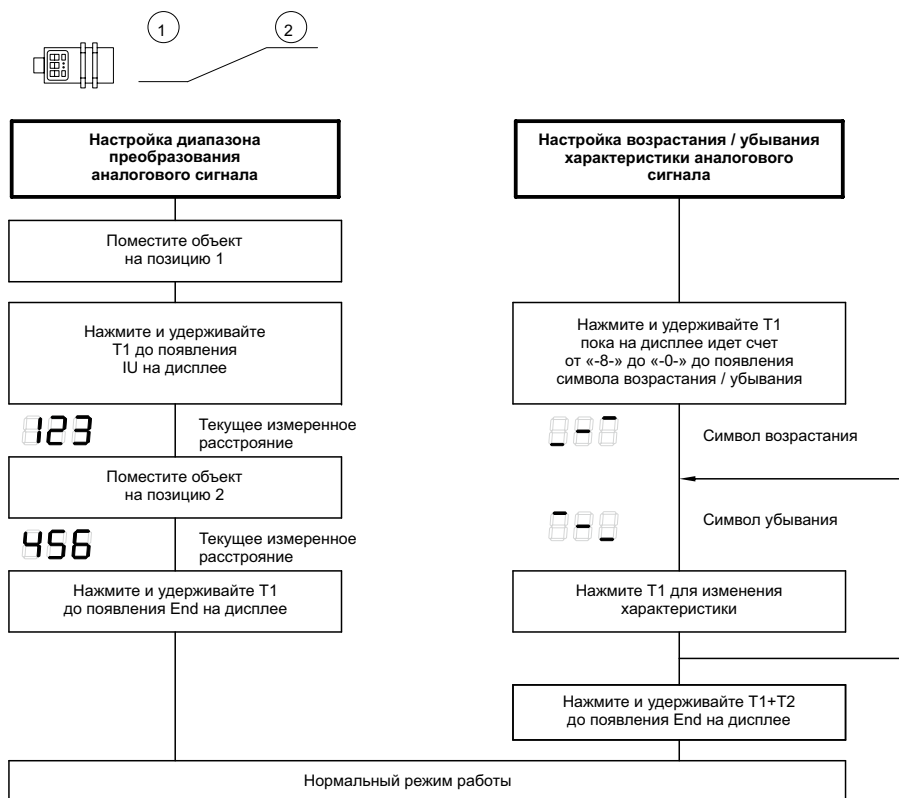

Рисунок 19 – Задание параметров с помощью процедуры «обучения» для датчика mic+.../IU/TC
- 2) С помощью процедуры обучения на объекте (см. рисунок 19).